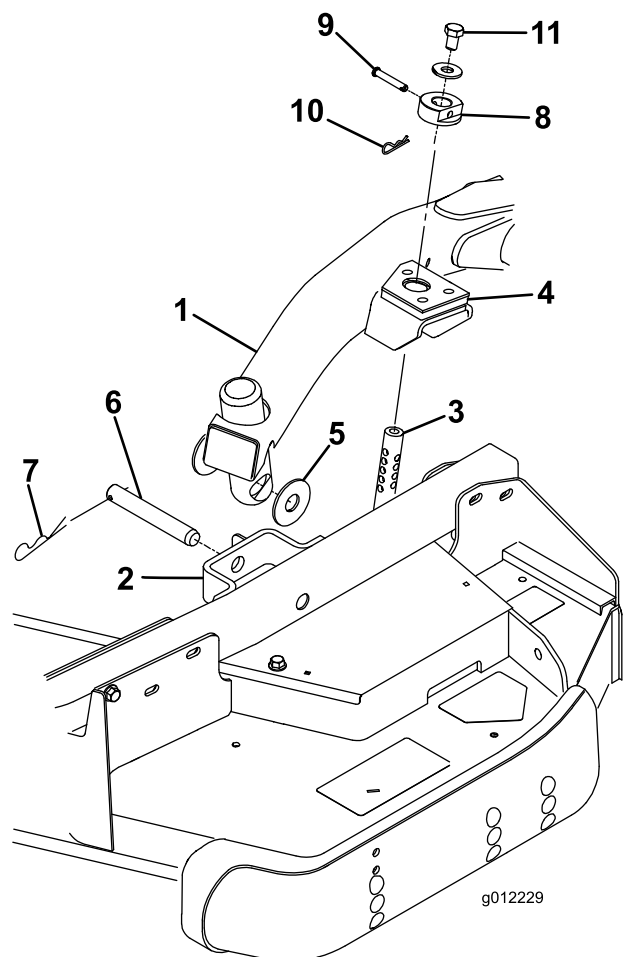

Figura 4
2. Portate la leva di sollevamento in posizione Float. Spingete verso il basso un braccio di sollevamento fino a quando i suoi fori non si trovano allineati ai fori della staffa del braccio della ruota orientabile e l'asta dell'altezza di taglio può essere inserita nei pattini del braccio di sollevamento (Figura 4).
3. Fissate il braccio di sollevamento al braccio della ruota orientabile con 2 rondelle di spinta, un perno con testa e una coppiglia. Posizionate le rondelle di spinta tra il braccio di sollevamento e la staffa del braccio della ruota orientabile (Figura 4). Inserite l'estremità della coppiglia nell'apposito intaglio di ritegno presente sulla linguetta del braccio della ruota orientabile.
delle coppie (Figura 4). Se possibile, collocate la testa del perno rivolta verso la parte anteriore del piatto.
8. Montate un bullone (1/2 x 3/4 poll.) e una rondella sulla sommità di ogni asta dell'altezza di taglio (Figura 4).